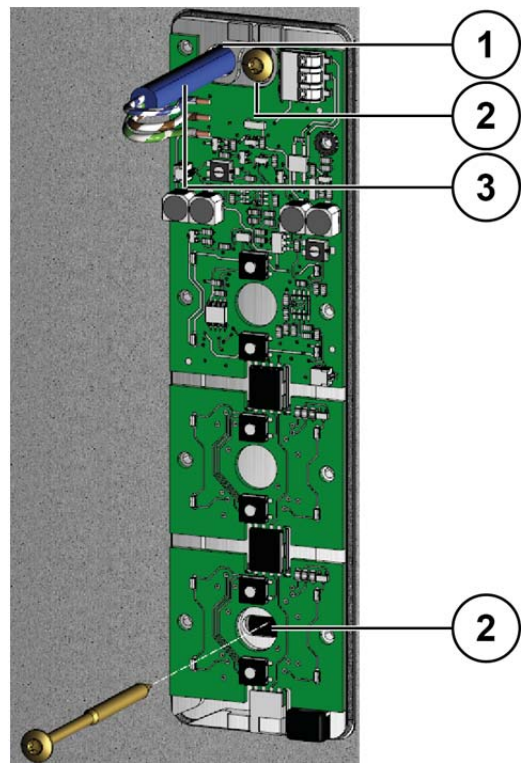

Abb. 3: Rückwand montieren
- ▶ Führen Sie das Anschlusskabel (3) durch die Kabeldurchführung (1) der Rückwand (Abb. 3).
- ▶ Montieren Sie die Rückwand mit 2 Schrauben (2) an der Wand.